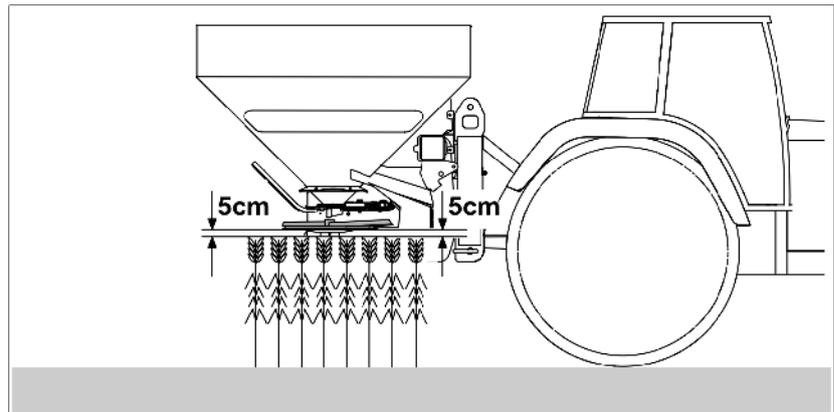

Fig. 37
- 2.1 Dévissez la vis à ailettes (Fig. 37/1) fixant le disque d'épandage et retirez ce dernier de l'arbre de la boîte de vitesses.
3. Accrochez la goulotte d'engrais (Fig. 37/2) sur le châssis.
4. Accrochez l'auge d'étalonnage au châssis à l'aide de l'étrier (Fig. 37/3) comme sur la figure.